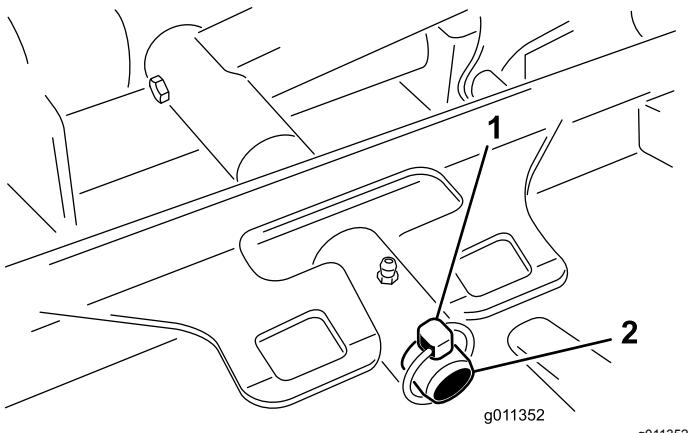

Bild 98
3. Entfernen Sie den Klappstecker (für Groundsmaster 4500-Maschinen) oder die Befestigungsmutter (für Groundsmaster 4700-Maschinen), mit dem bzw. der der Mähwerkträgerrahmen am Lagerbolzen des Hubarms befestigt ist (Bild 98).
2. Schieben Sie den Trägerrahmen des Mähwerks auf den Lagerbolzen des Hubarms (Bild 98). Befestigen Sie das Mähwerk mit dem Klappstecker (für Groundsmaster 4500-Maschinen) oder der Befestigungsmutter (für Groundsmaster 4700-Maschinen) am Lagerbolzen.